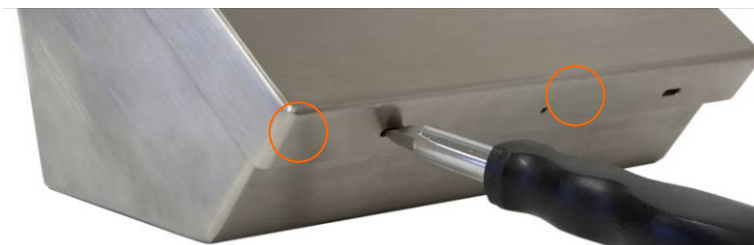
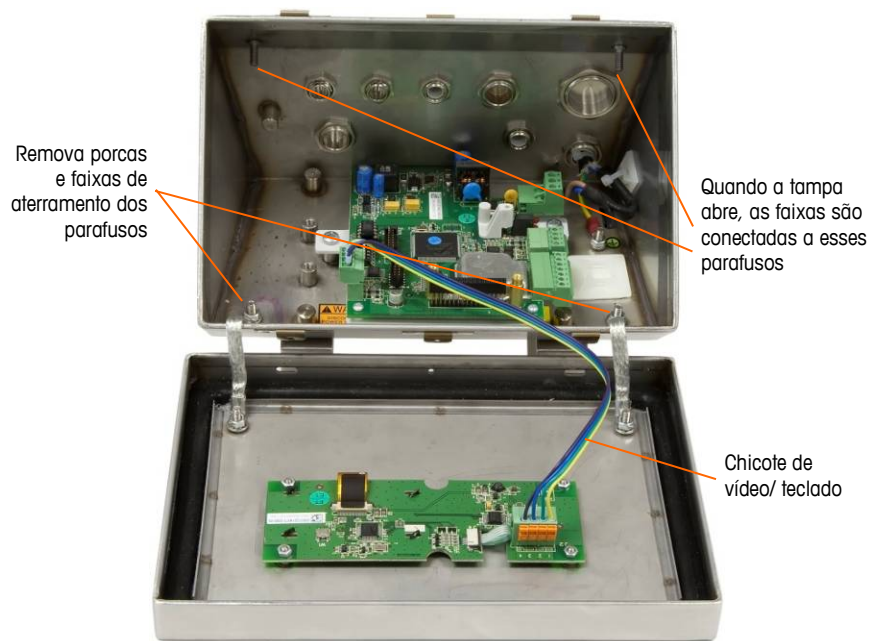

Figura 2-4: Abertura do gabinete IND331 para ambientes adversos
Figura 2-21: Soltar as fitas de aterramento
Para abrir o gabinete para ambientes adversos, use uma chave de fenda de pontas chatas. Empurre a ponta em cada uma das duas fendas na tampa (indicadas na Figura 2-4) para comprimir o clipe de mola até que a tampa abra. Quando as duas pontas estiverem livres, pressione a tampa para cima até ela soltar a parte da frente do gabinete. Em seguida, empurre-a para baixo até ela destravar os dois cliques de mola de fixação. Levante-a cuidadosamente, afastando-a do gabinete e balançando-a para frente. A tampa está conectada por dois cabos de aterramento/alívio de tensão e está conectada à placa principal por um cabo de vídeo e teclado (veja a Figura 2-21).
- b. Solte e retire as duas porcas que seguram as fitas de aterramento (que também servem como dobradiças da tampa dianteira) do gabinete traseiro. Veja a Figura 2-21.